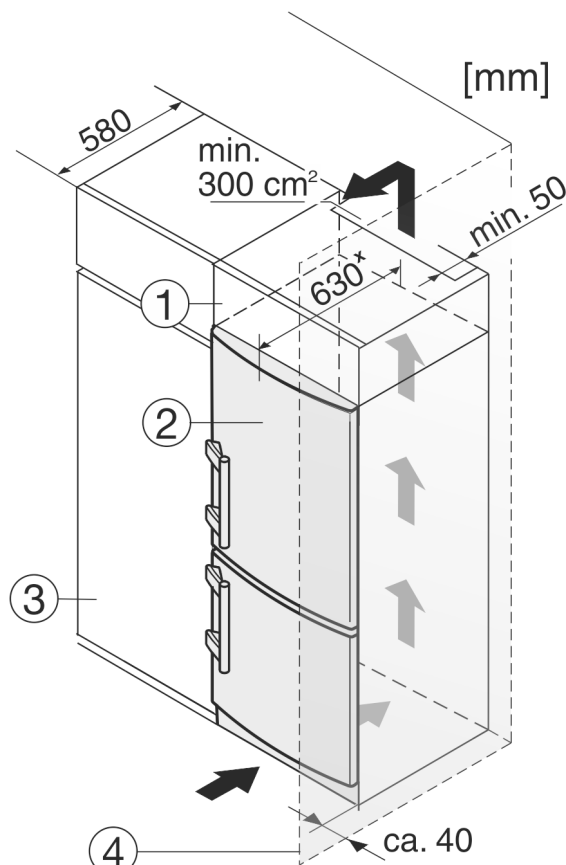

Fig. 9
- (1) Дополнительный шкафчик
- (2) Устройство
- (3) Кухонный шкаф
- (4) Стенка
Устройство может быть окружено предметами кухонной обстановки. Чтобы уравнять устройство Fig. 9 (2) по высоте с кухонной стенкой, можно установить над устройством соответствующий дополнительный шкафчик Fig. 9 (1).
При комбинировании с кухонными шкафами (глубина макс. 580 мм) устройство можно установить непосредственно рядом с кухонным шкафом Fig. 9 (3). Устройство выступает сбоку на 34 мм* и по центру на 50 мм* относительно передней стенки кухонного шкафа.
Если устройство установлено на шарнирах у стены *Fig. 9 (4)*, то расстояние между устройством и стеной должно быть не менее 40 мм. Настолько выступает ручка при открытой дверце.